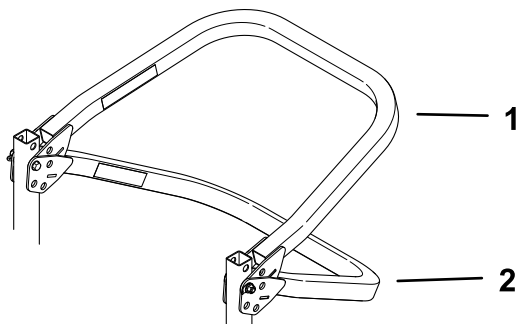

Figura 10
**Nota:** Hay 2 posiciones de bajada, como se muestra en la Figura 10.